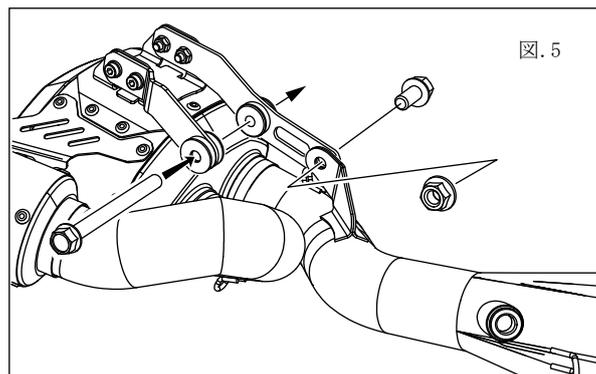

図.5
③組み立てたサブサイレンサー(④)へ、テールパイプ ASSY(③)を差し込み、図.5のようにフランジボルト M8X16(⑫)、フランジナット M8(⑬)、スプリングショート(⑰)で仮止めます。